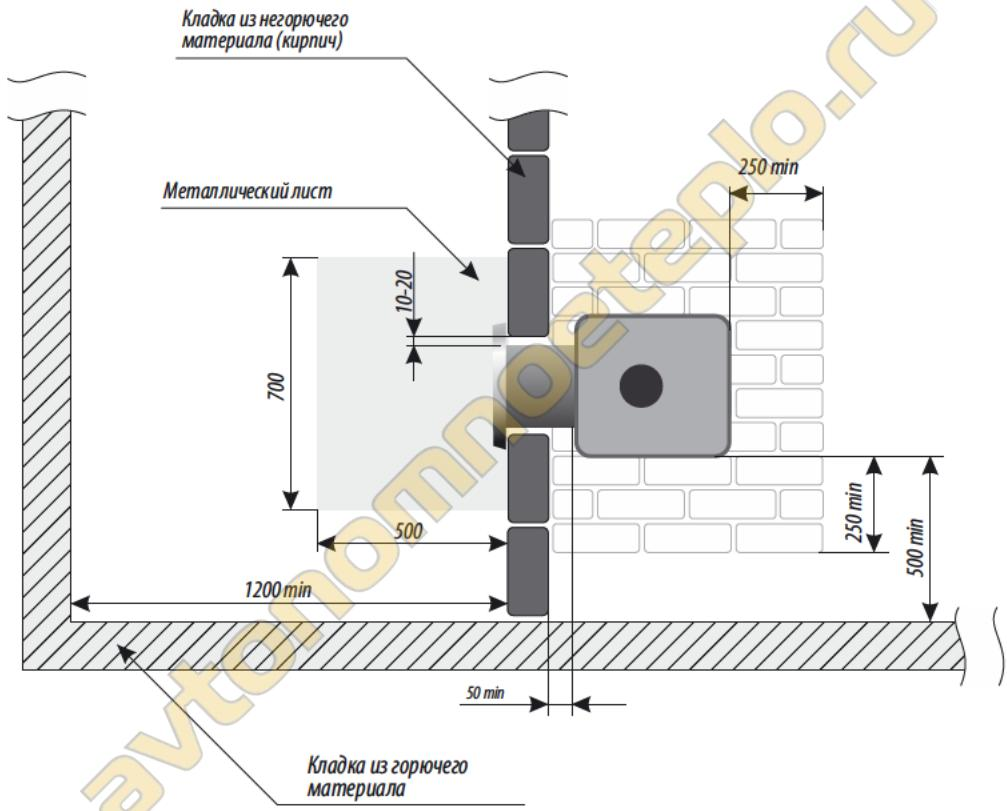

Рисунок 3. Схема установки печи (вид сверху)
3. Установить печь со стороны парильного помещения так, чтобы топливный канал прошел сквозь отверстие в стене (рисунок 3, стр.11).